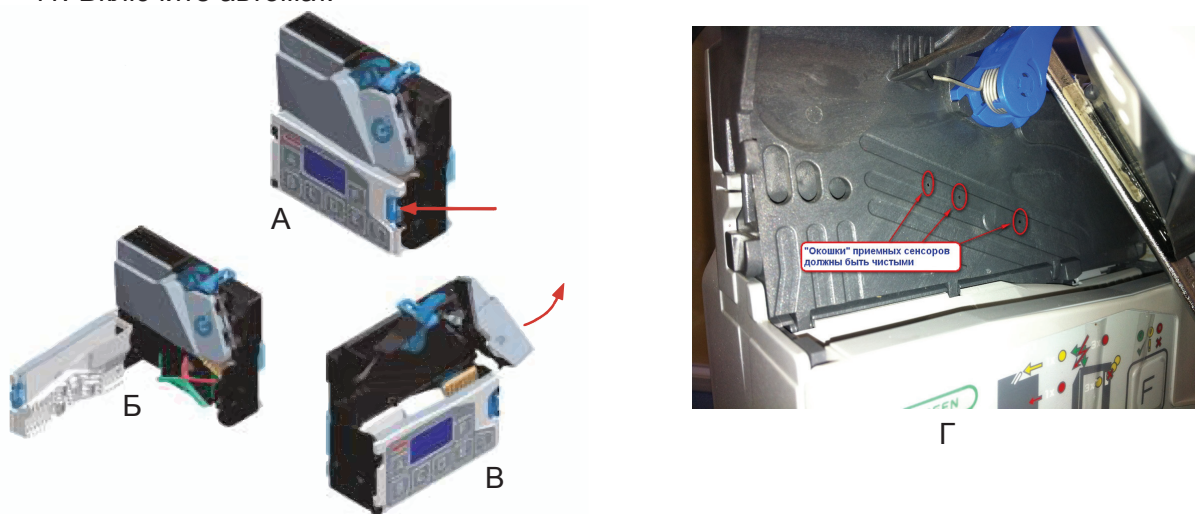

Рисунок 50
7. Нажмите рычаг возврата и откройте дверцу валидатора (см.рис.50в).
8. Очистите весь монетопроезд валидатора с помощью слегка смоченной мягкой ткани. Окошки приёмных сенсоров должны быть чистыми (см.рис.50г)